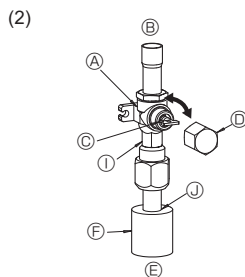

Fig. 4-7
- ① Togliere il cappuccio e girare la barra della valvola in senso antiorario fino a quando va con l'uso di una chiave esagonale da 4 mm. Smettere di girare quando colpisce il fermo. (Circa 10 giri)
- ② Let erop dat de afsluitkraan geheel open is en draai de kap terug naar de oorspronkelijke stand.
(2) Gaszijde van afsluitkraan (Fig. 4-7)
- ① Verwijder de dop, trek de hendel naar u toe en draai deze een 1/4 slag tegen de wijzers van de klok in om te openen.
- ② Zorg ervoor dat de afsluitkraan volledig is geopend, duw de hendel in en draai de dop terug naar de oorspronkelijke positie.